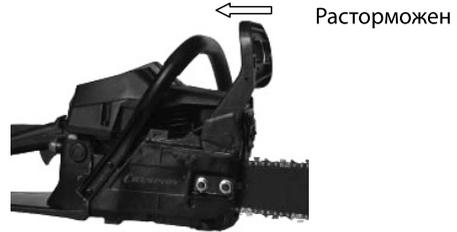

Рис.7
1. Тормоз цепи РАСТОРМОЖЕН (цепь может вращаться), когда РУЧКА ТОРМОЗА ВЗВЕДЕНА (рис. 7).
2. Тормоз цепи ЗАТОРМОЖЕН (цепь остановлена), когда тормозной рычаг находится во включенном положении. В этом положении Вы не в состоянии повернуть цепь (рис. 7).
4. Убедитесь, что тормоз цепи заторможен (рис. 7).
ПОСЛЕ ЗАПУСКА ДВИГАТЕЛЯ НЕМЕДЛЕННО УСТАНОВИТЕ ТОРМОЗ ЦЕПИ В ПОЗИЦИЮ РАСТОРМОЖЕН (Рис.7).